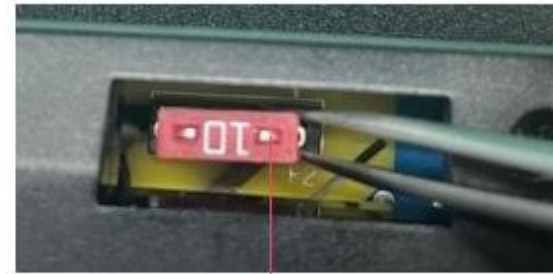

Abbildung 8-24 Öffnen der Sicherungsabdeckung
- Hebeln Sie die Sicherungsabdeckung auf der Rückseite des Oszilloskops mit einem Flachkopfschraubendreher senkrecht nach oben, wie in Abbildung 8-24 dargestellt